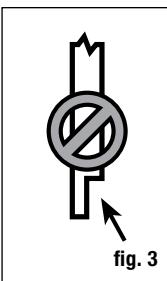

fig. 3
Notching will reduce the strength of the post and could result in railing collapse or failure (fig. 3).
Important: Do not notch the 4x4 railing posts. Notching will reduce the strength of the post and could result in railing collapse or failure (fig. 3).
Étape 2 Installez les poteaux du garde-corps avant d'installer les planches de terrasse. Les poteaux du garde-corps de 10 X 10 cm (4 x 4 po) en cèdre ou pin traité sous pression, fournissent la force structurale pour le garde-corps. La longueur de chaque poteau est déterminée par la largeur totale de solive (généralement 18,4 cm (7 1/4 po)) + l'épaisseur du patio (2,5 cm (1 po)) + hauteur du garde-corps (91,4 cm (36 po)) + espace pour le capuchon du poteau (3 cm (1,25 po)) = 115,6 cm (45 1/2 po). **Important : Ne faites pas d'encoche dans les poteaux de 4x4 du garde-corps. Cela réduirait la force du poteau et pourrait mener à une défaillance ou l'écrasement du garde-corps (fig. 3).**
Important : Ne faites pas d'encoche dans les poteaux de 4x4 du garde-corps. Cela réduirait la force du poteau et pourrait mener à une défaillance ou l'écrasement du garde-corps (fig. 3).
Paso 2 Instale los postes de barandal antes de instalar las tablas de la terraza. Postes para barandal de 10.2 x 10.2 cm (4x4 pulg.) de cedro o pino tratado a presión, o una montura para postes, ofrecen la fuerza estructural para el barandal. La longitud de cada poste se determina por el total del ancho de la viga (generalmente 18.4 cm (7-1/4 pulg.)) + el grosor de la terraza (2.5 cm (1 pulg.)) + la altura del barandal (91.4 cm (36 pulg.)) + el espacio para el tope del poste (3.2 cm (1-1/4 pulg.)) = 115.5 cm (45-1/2 pulg.). **Importante: No haga muescas en los postes de barandal de 10.2 x 10.2 cm (4x4 pulg.). Las muescas reducirán la fuerza del poste y podrían causar el colapso o falla del barandal (fig. 3).**